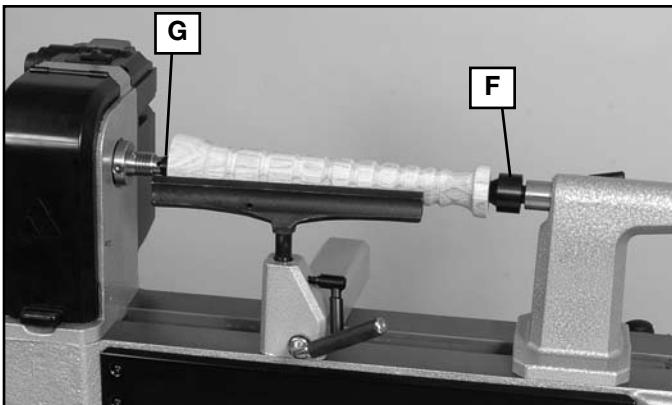

Fig. 5
**ADVERTENCIA:** Para reducir el riesgo de lesiones, asegúrese de que el cono en el centro de dientes rectos (G) esté limpio antes de montarlo en el eje del cabezal.
El centro de dientes rectos (G) Fig. 5 y el centro giratorio (F) pueden usarse a la vez (tal como se muestra en la Fig. 5) para tornean piezas de trabajo de hasta 419 mm (16-1/2 pulg.) de largo.